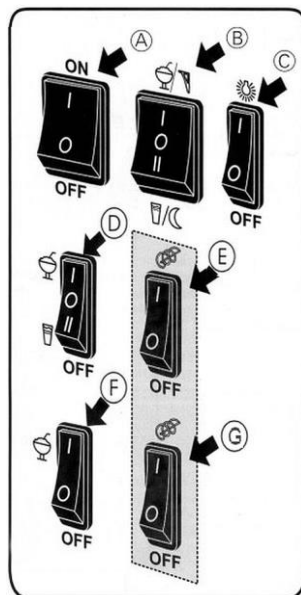

Fig. 4
2. Ajuste o interruptor principal de ligar/desligar (A, Fig. 4) para a posição “I”.
3. Coloque os interruptores de ligar/desligar do eixo (E) para o tanque 1 e (G) para o tanque 2 na posição “I”.
4. Alterne os interruptores (B), (D) e (F) para “I” para ativar o modo de refrigeração/congelamento.
5. Se necessário, mude o interruptor de iluminação LED (C) para a posição “I”, para iluminar os tanques.